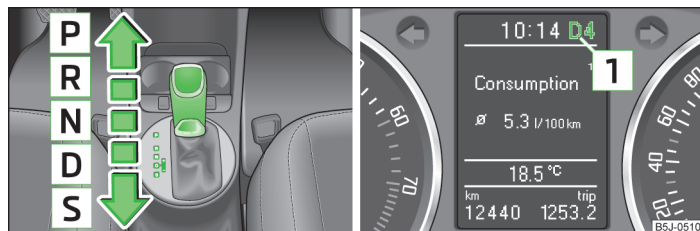

Fig. 90 Palanca selectora/pantalla informativa: Posiciones de la palanca selectora
La posición actual de la palanca selectora se visualiza en la pantalla del cuadro de instrumentos **1** » fig. 90.
- Presionar la palanca selectora desde la posición **D** hacia la derecha. En la pantalla del cuadro de instrumentos se mostrará la posición de la palanca selectora » fig. 90 de la página 101 aplicada.